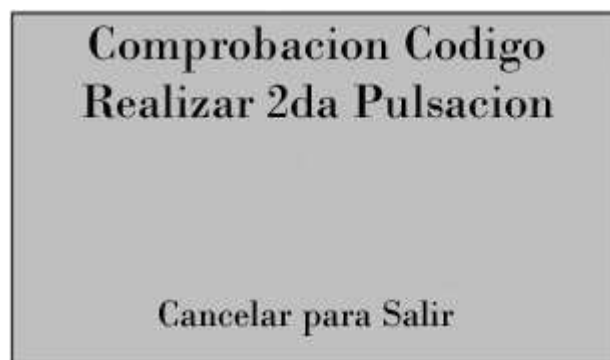

Fig. 3
- Aparece no display “**Procesando**” durante uns segundos e posteriormente “**Realizar 2ª pulsación**” (fig.3)